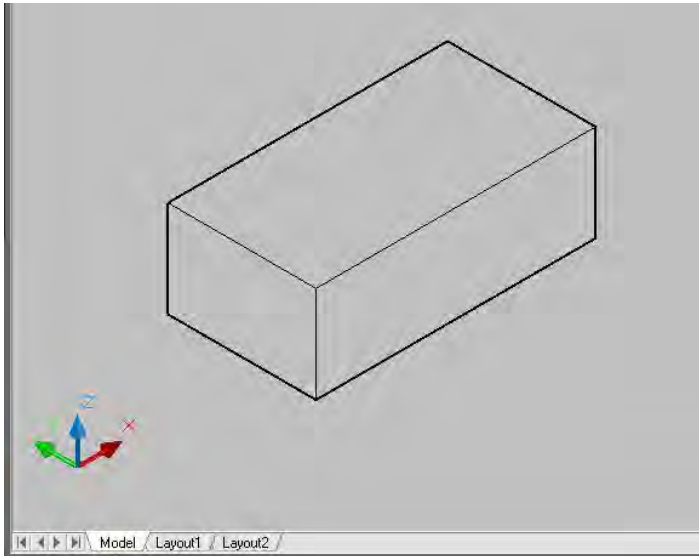

Рис. 2.5. Тело, сформированное командой BOX
**ПАРАЛЛЕЛЕПИПЕД.** Команда BOX формирует твердотельный параллелепипед (рис. 2.5). Основание параллелепипеда всегда параллельно плоскости  $XY$  текущей ПСК.